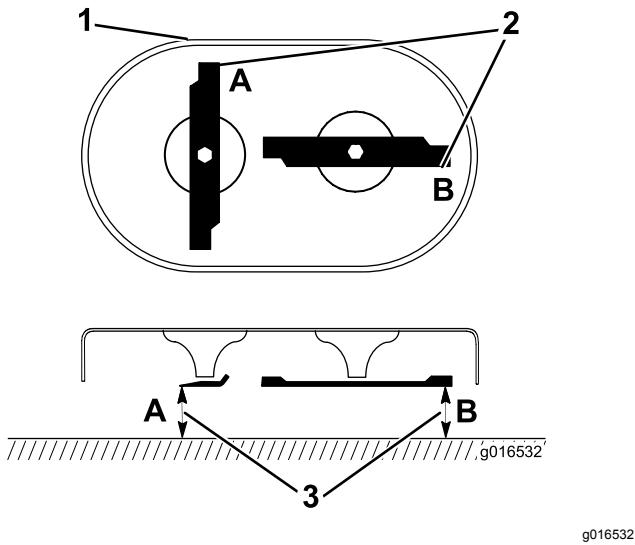

Figura 42
1. Gire las cuchillas a la posición mostrada en Figura 42.
2. Mida desde una superficie nivelada hasta los filos de corte en las posiciones A y B (Figura 42), y anote ambas dimensiones.
3. Gire las cuchillas de manera que sus extremos opuestos están en las posiciones A y B (Figura 42).